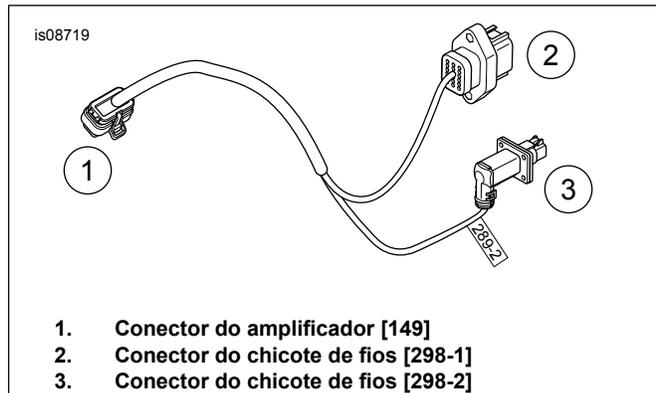

Figura 10. Chicote de fios, Instalação do amplificador para o conector dos alto-falantes inferiores
1. Veja Figura 10. Conecte o conector (1) [149] do chicote de fios do alforje na parte superior do amplificador. Oriente o chicote de fios do lado do alforje para dentro do alforje esquerdo. Limpe as superfícies internas inferior e laterais do alforje ao longo do percurso do chicote de fios com uma mistura de 50% de álcool isopropílico e 50% de água destilada. Prenda com as abraçadeiras e bases conforme mostrado.